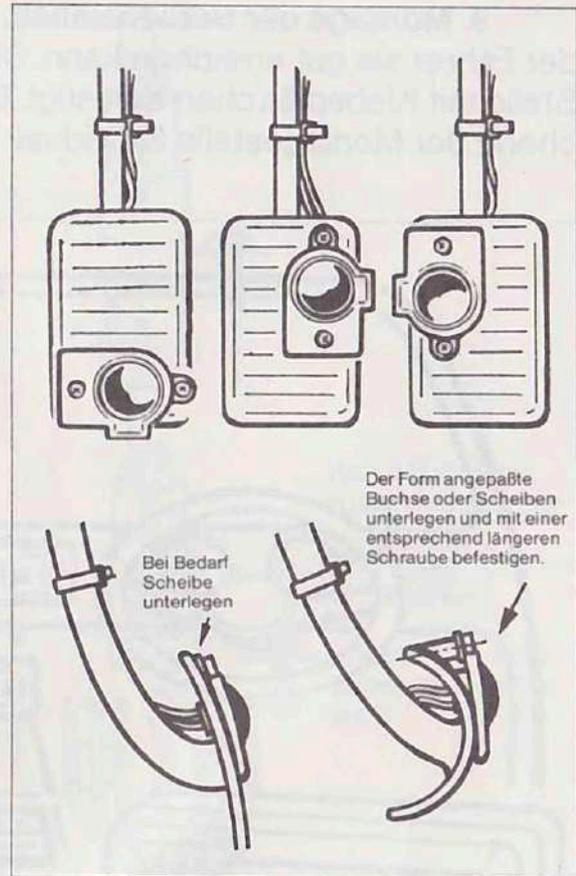

Bild 12
**7. Montage des Kupplungsschalters. (Nicht bei Fahrzeugen mit Automatik-Getriebe).** Kupplungsschalter so auf das Kupplungspedal schrauben, daß er beim Kuppeln sicher betätigt wird. Bei stark gewölbtem Kupplungspedal ist evtl. eine kleine Buchse als Abstützung zu verwenden (Bild 12).